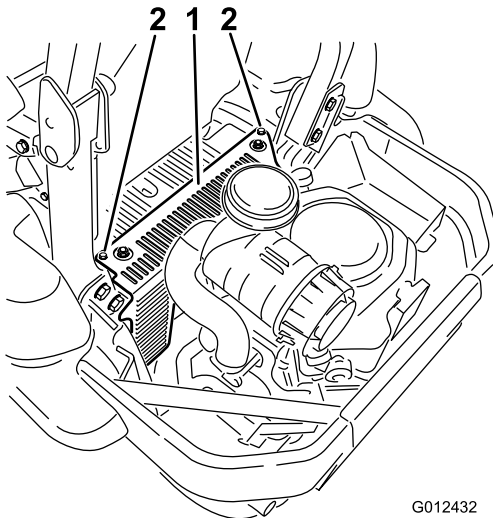

Figure 53
3. Déposez le capot de l'unité hydraulique et les 2 boulons qui y sont fixés (Figure 53). Vous pourrez ensuite accéder à la bougie avant.
Montez le capot de l'unité hydraulique (Figure 53).